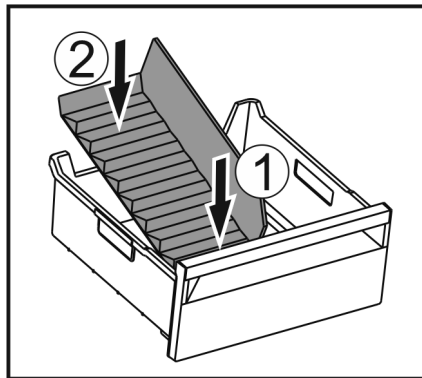

Fig. 174
- Поставете предната част на разделителя на отделението за лед. Fig. 174 (1)
- Спуснете задната част на разделителя на отделението за лед до дъното на чекмеджето. Fig. 174 (2)